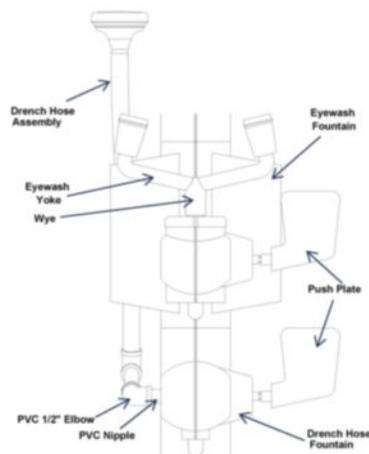

Figura 4-2. Secciones de
3. Lavajos: Retire el yugo del lavajos sosteniéndolo en la Y y girándolo en sentido antihorario (consulte la figura 4-2).
4. Manguera para lavado: Con una llave adecuada, retire el codo de PVC gris de ½” asegurándose de que el acople de PVC horizontal que permite el ingreso de la cubierta a través del anillo protector de caucho permanece en su lugar. El acople actúa como una referencia de ubicación para las cubiertas durante la reinstalación (consulte la figura 4-2).